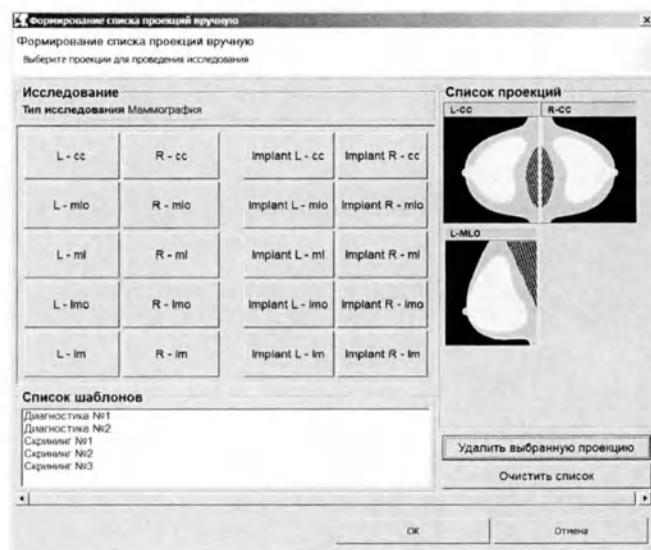

Рисунок 36 – Назначение проекций
- кнопкой **«Добавить проекции»** назначить список проекций, которые должны быть сняты на маммографе, в соответствии с назначением врача (рис.36);